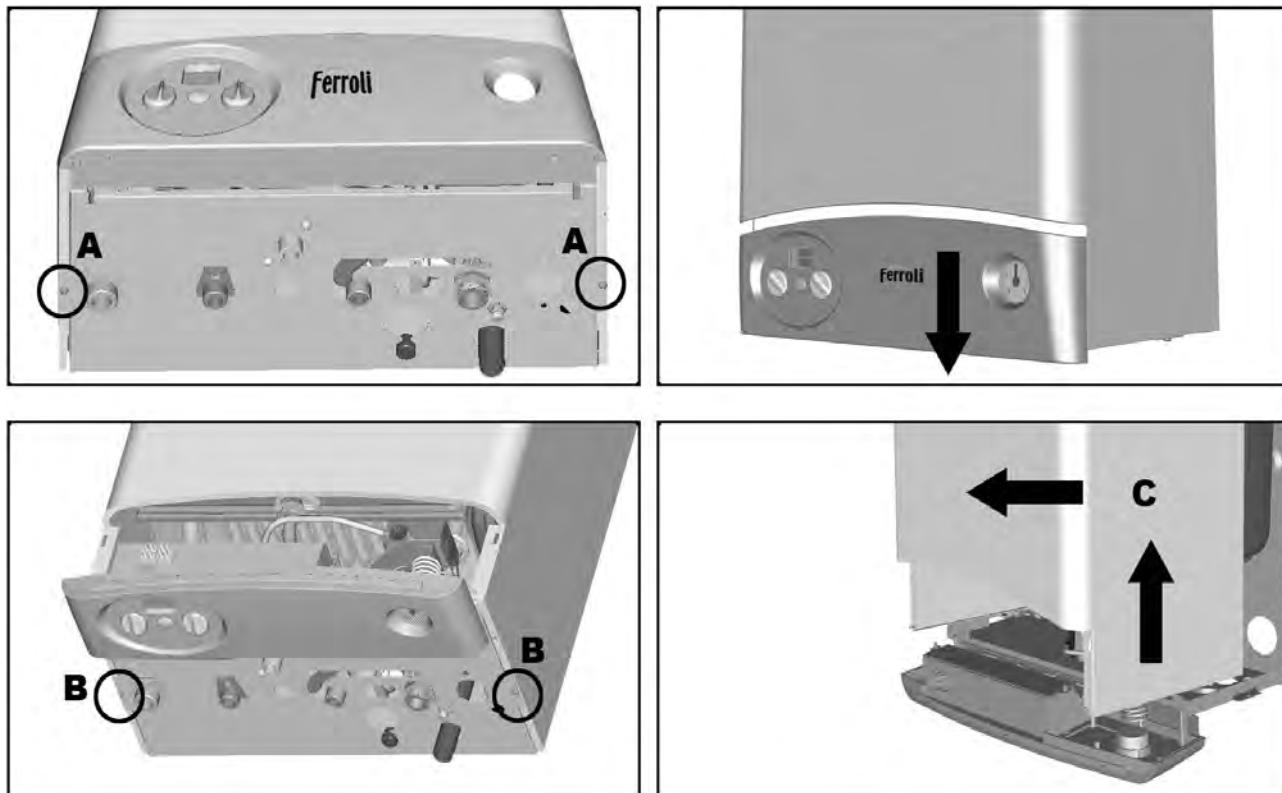

рис. 11 - Снятие кожуха
1. Отвинтите оба винта "A" (см. рис. 11).
2. Опустите панель управления (см. рис. 11).
4. Полностью отвинтите оба винта В (см. рис. 11).